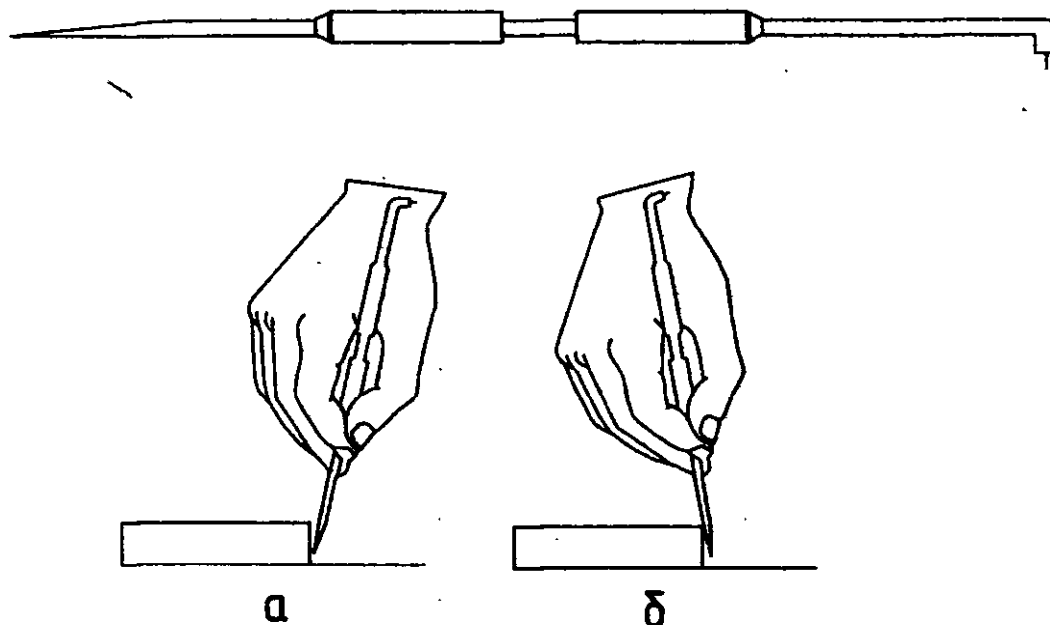

Рис. 12. Правильный (а) и неправильный (б) приемы нанесения чертилкой разметочных рисок.
**Чертилка** представляет собой стальной стержень длиной 250—300 мм с остро отточенными концами, один из которых загнут под углом. Используют чертилку для нанесения по линейке, угольнику или шаблону на поверхность материала, заготовок или деталей разметочных линий — *рисок*. Наносимые чертилкой риски должны быть предельно четкими и тонкими, поэтому перед началом разметки острие чертилки надо хорошо отточить и периодически затачивать во время работы. Чертилка и приемы нанесения разметочных рисок показаны на рис. 12. Более удобным в работе разметочным инструментом является рейсмас. Для выполнения разметочных работ применяют и штангенциркули.